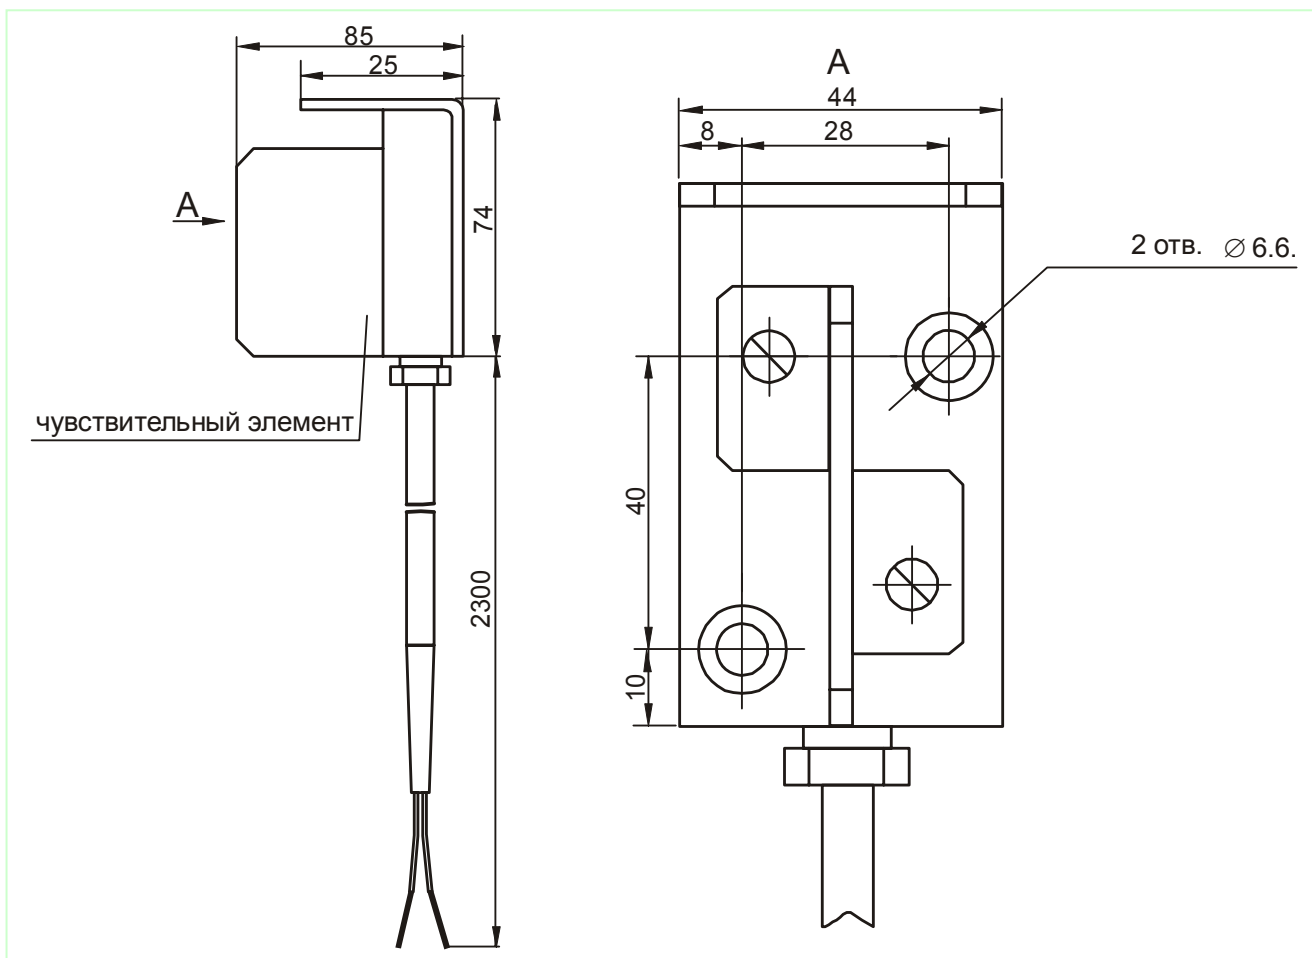

Рисунок 2 – Внешний вид, габаритные и установочные размеры датчика С43
1.3.2 Чувствительный элемент (ЧЭ) датчика С43 (рисунок 2), представляет собой металлическую пластину, закрепленную на изоляционном основании. Вторичный преобразователь соединяется с датчиками коаксиальным кабелем РК-75 длиной 2,3 м. Во вторичном преобразователе находятся регулировочные элементы (ГРУБО, ПЛАВНО) сигнализатора уровня, предназначенные для установки порогов срабатывания.